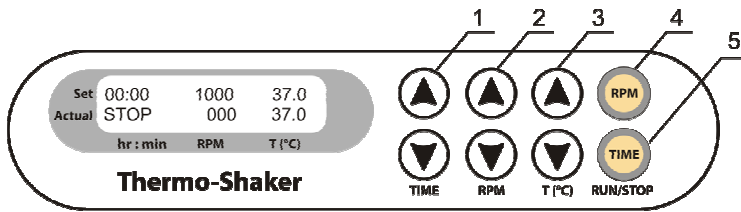

Abb. 1 Steuerung
- 4.3. **Einstellung der Zeit (TIME)**. Mit den Tasten ▲ und ▼ (Abb. 1/1) können Sie das gewünschte Arbeitszeitintervall in Stunden und Minuten einstellen (Schrittweite 1 Min). Wenn Sie die Taste länger als 3 Sek gedrückt halten, wird die Schrittweite erhöht.
- 4.4. **Einstellung der Geschwindigkeit (RPM)**. Mit den Tasten ▲ und ▼ (Abb. 1/2) können Sie die gewünschte Schüttelgeschwindigkeit einstellen (Schrittweite 10 RPM). Wenn Sie die Taste länger als 3 Sek gedrückt halten, wird die Schrittweite erhöht.
- 4.5. **Einstellung der Temperatur (T, °C)**. Mit den Tasten ▲ und ▼ (Abb. 1/3) stellen Sie die gewünschte Temperatur ein (Schrittweite 0,1 °C). Wenn Sie die Taste länger als 3 Sek gedrückt halten, wird die Schrittweite erhöht.
- 4.7. Drücken Sie die Taste **RPM-RUN/STOP** (RPM-Laufen/Stop) (Abb. 1/4). Die Plattform beginnt zu rotieren und der Timer beginnt, das eingestellte Zeitintervall herunter zu zählen (mit 1 Min Präzision).
Nach Ablauf der eingestellten Zeit stoppt die Plattformbewegung automatisch, die Heizung muss jedoch durch Herabsetzen der Temperatur mit der Taste ▼ T (°C) ausgeschaltet werden (Abb. 1/3 - untere Taste), bis die Anzeige OFF (Aus) in der oberen Zeile des Displays erscheint.
- 4.10. Der Timer kann während des Betriebs erforderlichenfalls neu gestartet werden. Drücken Sie die Taste **TIME-RUN/STOP** (Zeit-Laufen/Stop) einmal (Abb. 1/5), um den Timer zu stoppen. Drücken Sie die Taste **TIME-RUN/STOP** (Zeit-Laufen/Stop) erneut, um den Timer neu zu starten.